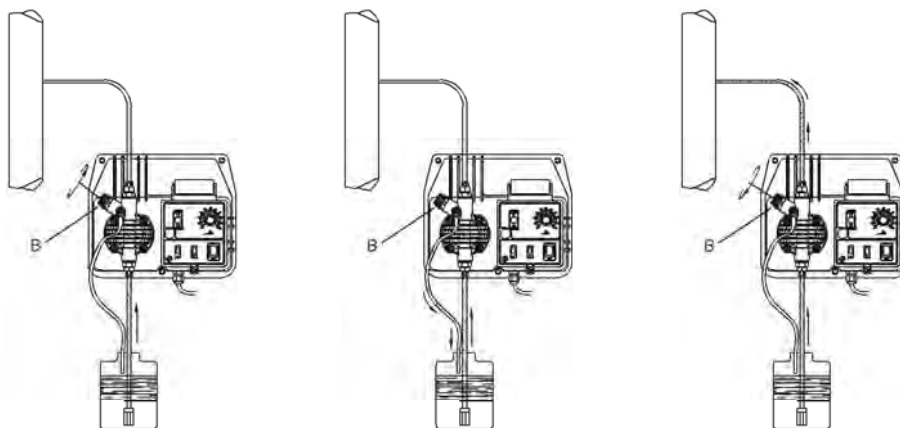

Fig. 8
- f. Cebado de la bomba: si la bomba cuenta con válvula de drenaje, conecte el tubo de impulsión y siga la secuencia indicada en fig.8.